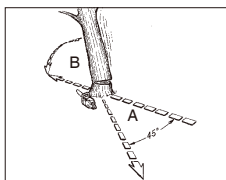

Fig. 11A
**⚠ AVERTISSEMENT :** prévoyez une voie de retraite (A) et dégagez-la si nécessaire avant de commencer la coupe. La voie de retraite doit s'étendre vers l'arrière et en diagonale de la ligne de chute attendue, comme illustré sur la Fig. 11A.
**REMARQUE :** la direction de la chute (B) est contrôlée par l'encoche. Avant d'effectuer une coupe, notez l'emplacement des plus grosses branches et de l'inclinaison naturelle de l'arbre afin de déterminer la direction dans laquelle l'arbre tombera
**⚠ AVERTISSEMENT** : à mesure que la coupe d'abattage se rapproche de la charnière, l'arbre doit commencer à tomber. Lorsque l'arbre commence à tomber, retirez la tronçonneuse, arrêtez le moteur, posez la tronçonneuse et quittez la zone par la voie de retraite (Fig. 11A).